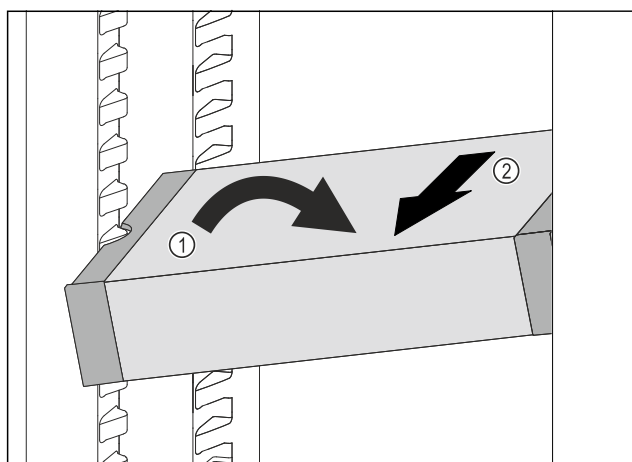

Fig. 109
- ▶ Poziționați oblic VarioSafe în frigider. Fig. 109 (1)
- ▶ Extrageți VarioSafe spre înainte. Fig. 109 (2)